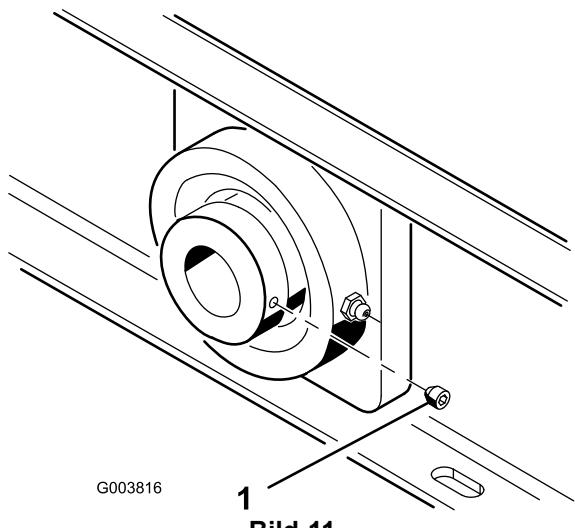

Bild 11
- Ziehen Sie die Stellschrauben der Lüfterwellenlager (Bild 11) mit 6,6 bis 9,3 Nm an.